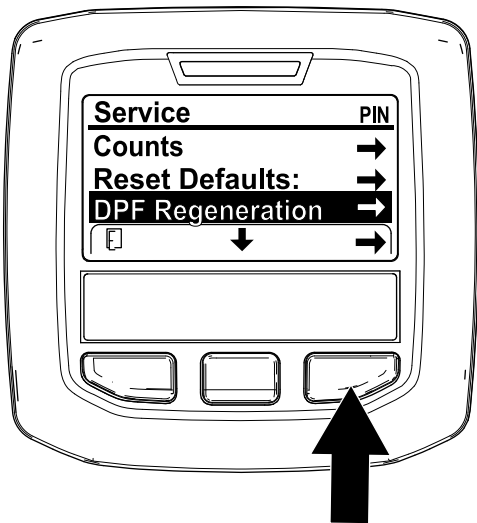

Figura 35
1. Accedete al menu Manutenzione (Service) e premete il pulsante centrale per scorrere il menu verso il basso fino all'opzione DPF REGENERATION (Figura 35).
2. Premete il pulsante destro per selezionare la voce DPF Regeneration (Figura 35).